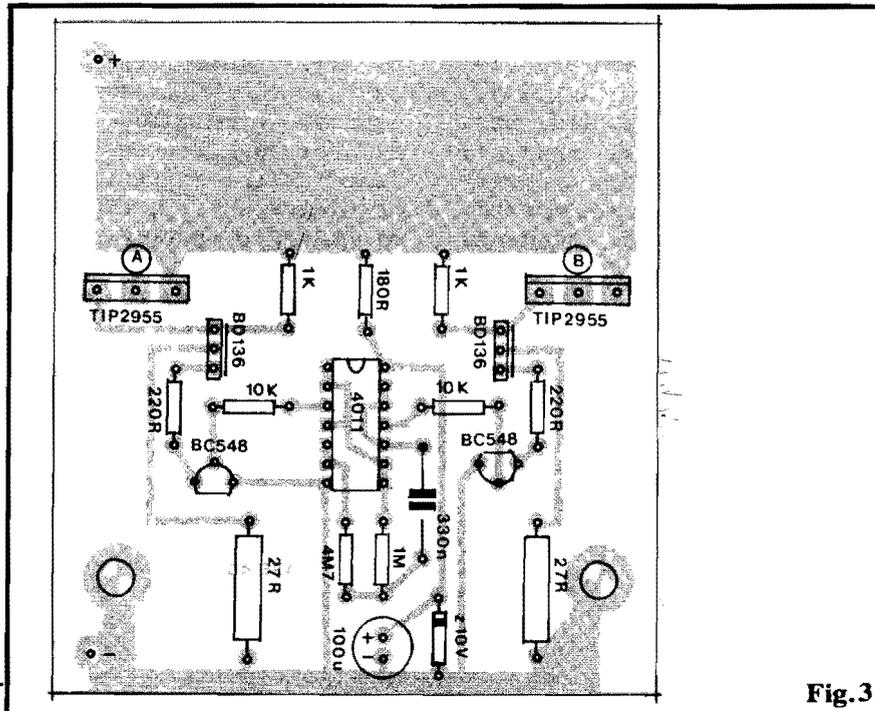

Fig. 3
- FIG. 3 - "CHAPEADO" DA MONTAGEM - A placa, agora vista pelo seu lado não cobreado, mostra todos os componentes já posicionados, codificados por valor, polaridade, etc. Como o Leitor/Hobbysta sabe, é tudo uma questão de **ATENÇÃO** para que não ocorram erros, inversões, essas coisas... Os componentes que merecem cuidado redobrado no seu posicionamento, são justamente os polarizados (Integrado, transístores, zener e capacitor eletrolítico...). Quanto aos demais, é só não errar o valor em função do "lugar" que ocupam na placa. Como conexões externas (melhor detalhadas na próxima figura...), além das ligações da alimentação, temos apenas as Saídas "A" e "B", que correspondem aos próprios **coletores** dos dois TIP2955, ou seja: suas "lapelas" metálicas e, por extensão, os dissipadores que lhes serão acoplados! Não há, portanto, **ilhas** específicas para as conexões de Saída dos canais... Recomendamos os "velhos e eternos" cuidados nas soldagens, e na conferência final, verificando sempre não só as posições, valores e códigos dos componentes, como também o "estado" dos pontos de solda, ausência de "curtos", "corrimentos" ou falhas, para só então serem "amputados" (pelo lado cobreado) os excessos dos terminais...
Apesar de já ter ficado claro nas explicações anteriores, a fig. 3 dá uma "geral" na instalação do **MULTI-DIMMER COM MEMÓRIA (MDM)**, incluindo as conexões à rede, à lâmpada e aos **push-buttons** "remotos" do multiacionamento... Na verdade, não há o menor "segredo", e mesmo quem não for um electricista prático ou instalador "juramentado", será capaz de organizar o sistema, desde que se proponha a agir com cuidado, atenção e bom senso, analisando e conferindo bem cada passo, antes de efetuá-lo...